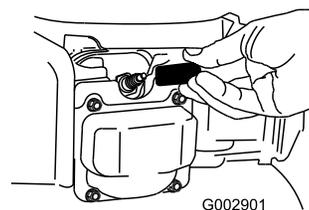

Figura 39
2. Scollegate il cappello dalla candela (Figura 39).